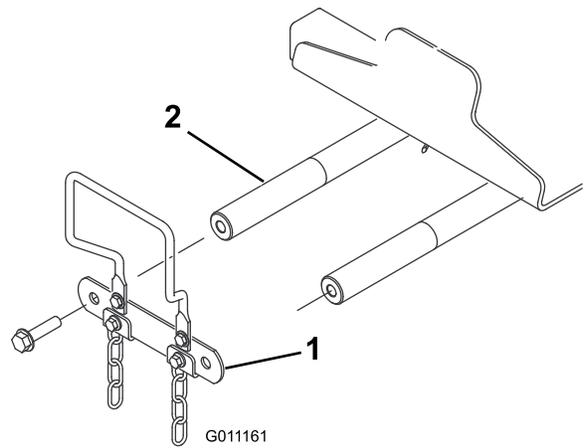

図 10
4. 機体前部でピボットシャフトリンクを昇降アームのピボットシャフトに固定しているフランジキャップスクリュー $1/2 \times 2$ " を外してリンクを取り外す 図 10。